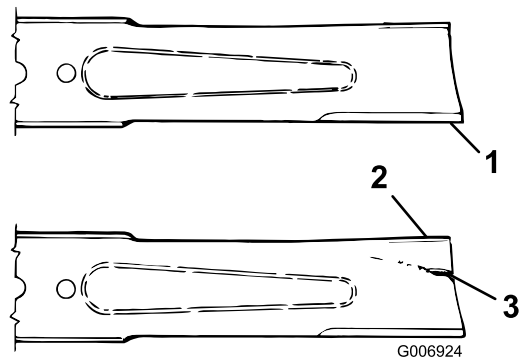

Figura 17
3. Examine cuidadosamente as extremidades da lâmina, prestando especial atenção à zona onde se encontram as partes curvas e planas da lâmina (Figura 17).
4. Se verificar que esta zona se encontra desgastada (Figura 17), substitua a lâmina; consulte Manutenção da plaina da lâmina (página 12).
Se a lâmina continuar a sofrer este tipo de desgaste irá formar-se uma ranhura entre a aba e a parte plana da lâmina (Figura 17). Eventualmente, pode soltar-se algum pedaço da lâmina e projetar-se, ferindo-o a si ou a qualquer pessoa próxima.